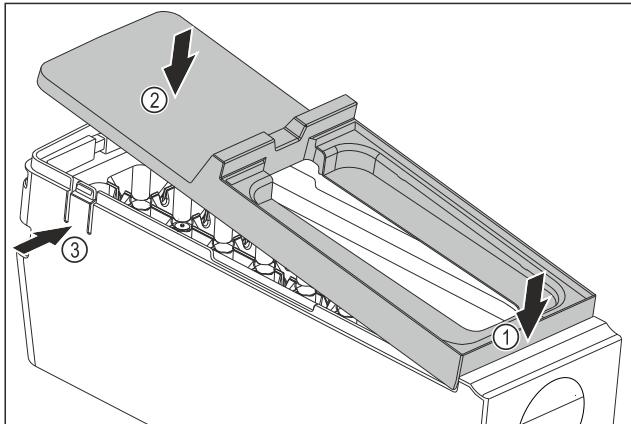

Fig. 120
- Montáž krytu korpusu EasyTwist-Ice: Kryt nasadte vpred. Fig. 120 (1)
- Kryt spusťte dozadu. Fig. 120 (2)
- Kryt počutelne zapadne od oboch stranev Fig. 120 (3).